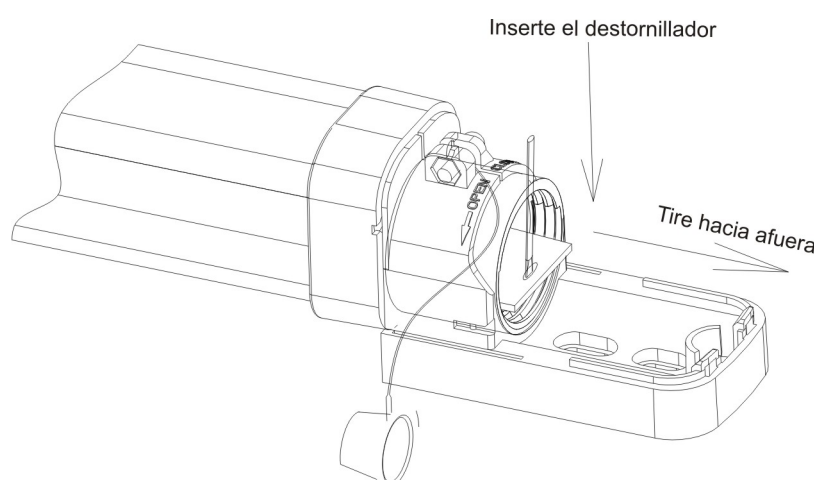

Figura 5
- 2- Utilice el destornillador para retirar la PCI del tubo de aluminio, a través de la cavidad deslizante, según se indica en la Figura 5.